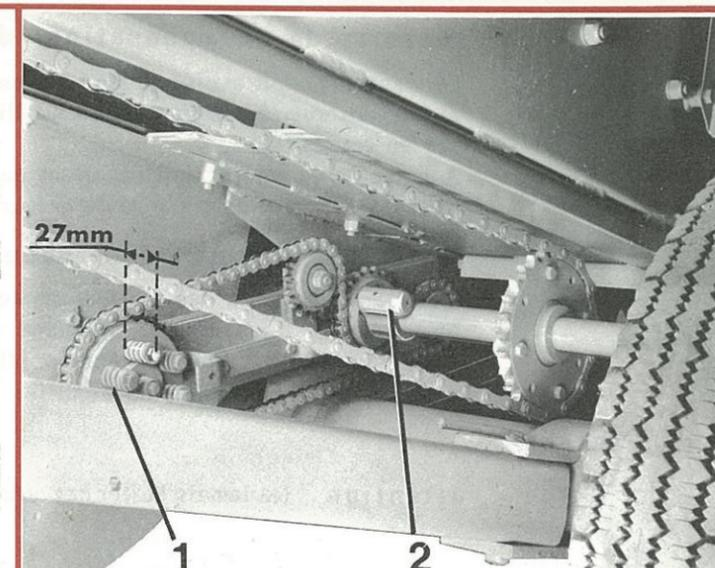

FIG. 24
- Limiteur de couple à friction sur le ramasseur (1 fig. 24),
- Roue libre sur la commande du ramasseur (2 fig. 24).
limiteur de couple du ramasseur (fig. 24)